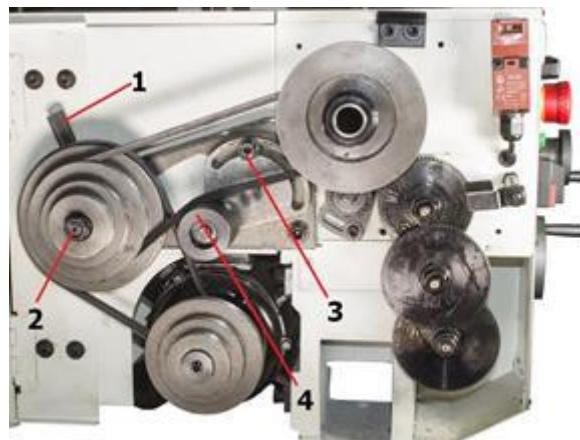

Рис. 10
Для установки и регулировки главной передачи ослабьте гайку M12 (2), вращением настроечной рукоятки (1) по часовой стрелке поликлиновой ремень натягивается; против часовой - ослабляется (рисунок 10).
Для настройки частоты вращения шпинделя ослабьте болт (3) и отведите вниз аттяжной ролик (4) (рисунок 10).